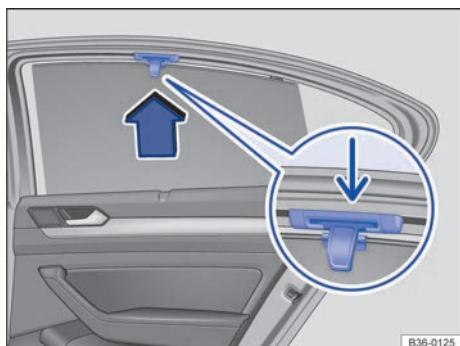

Fig. 119 En la ventanilla trasera derecha: cortinilla parasol.
- Suba la cortinilla del todo tirando de la lengüeta → **fig. 119** (imagen ampliada) hacia arriba, en el sentido de la flecha.
- Enganche las dos argollas de la varilla de sujeción en la fijación correspondiente → **fig. 119** (flecha pequeña). Asegúrese de que la cortinilla esté enganchada correctamente en la fijación.